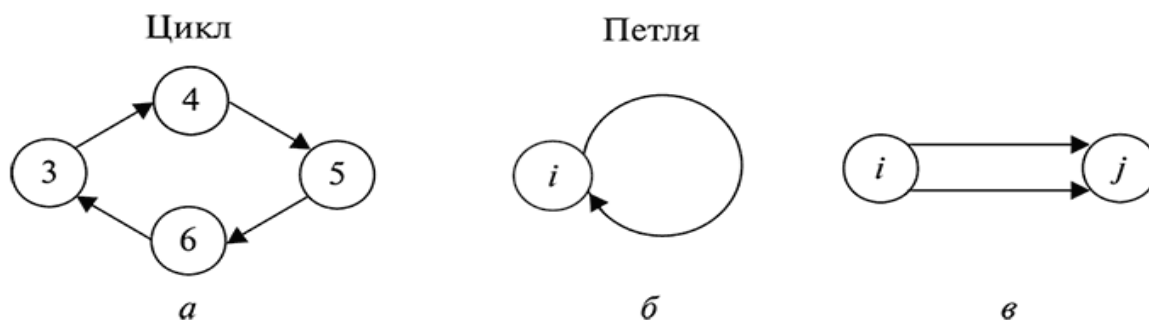

Рисунок 3 - Запрещенные элементы диаграмм АоА
3. Любая работа проекта должна идти от события с меньшим номером к событию с большим номером. Из этого условия следует: а) в проекте не может быть замкнутой последовательности работ (рисунок 3а и 3б), диаграмму можно изобразить таким образом, чтобы все стрелки шли слева направо (возможно, что пересечений стрелок не удастся избежать).
4. Не должно существовать двух событий, являющихся для двух и более работ начальным и конечным (рисунок 3в).